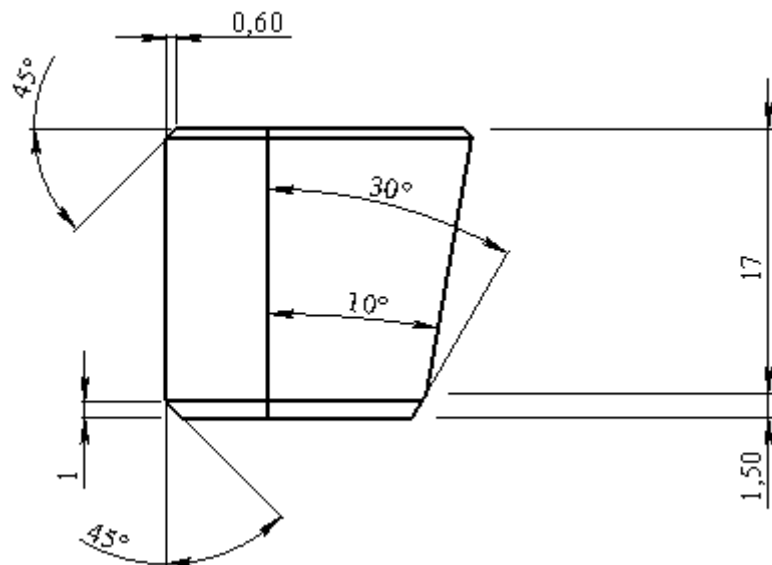

Рис. 14
8. Выносные линии размера 17 мм не доходят до контура детали. Для продления выносных линий выберите размер: размер выделяется зеленым цветом и на концах выносных линий отобразятся маркеры (рис. 14).